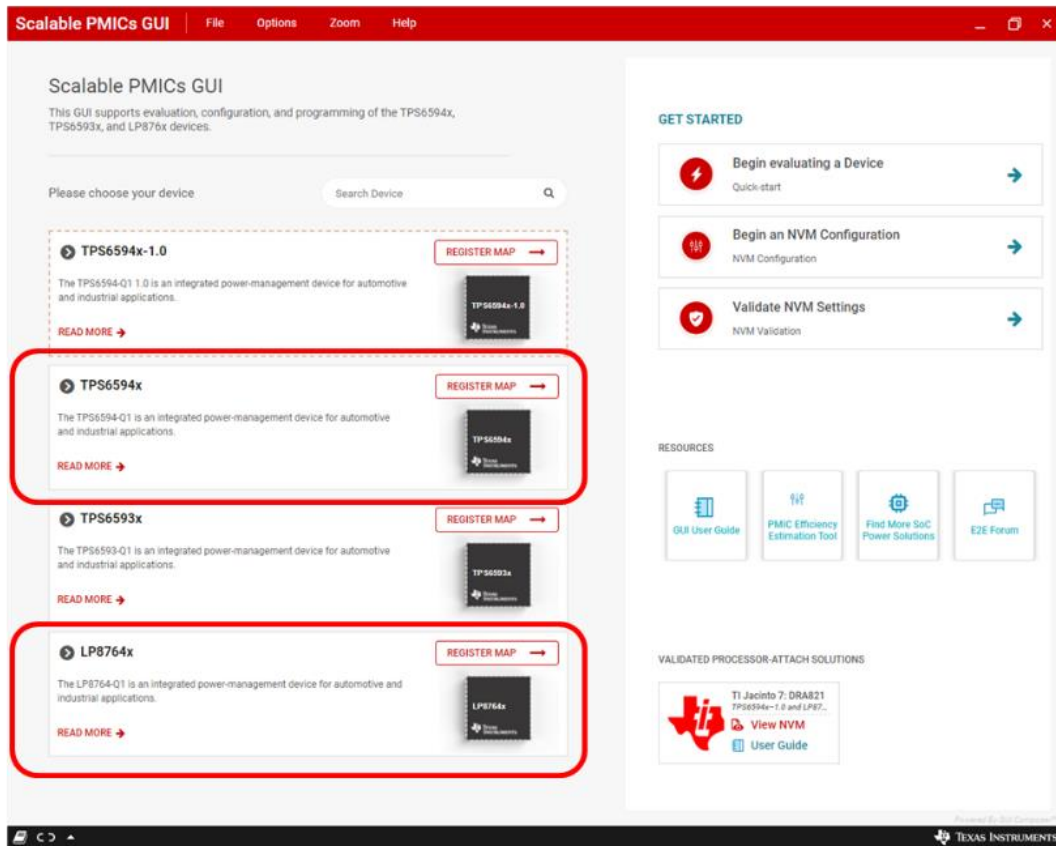

Figure 7. 软件主界面
1. 硬件完成连接后，打开软件后界面如图 7 所示，可以直接点击对应 PMIC 型号条目右上角的 register map 按钮进入寄存器详情页。